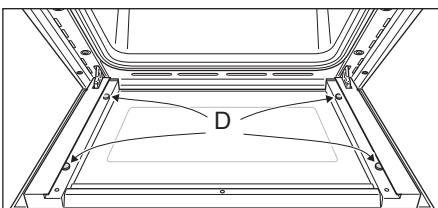

Abb. 7.10b
- Achten Sie auf die korrekte Position der vier Abstandshalter aus Gummi ("D" in Abb. 7.10b).